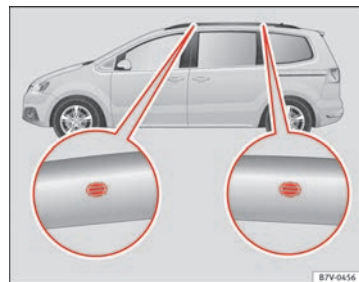

Fig. 101 Punti di fissaggio delle barre portacarico e del portapacchi sul tetto.
⇒ fig. 101.
- Le barre portacarico devono essere fissate esclusivamente ai punti indicati nell'illustrazione ⇒ fig. 101.